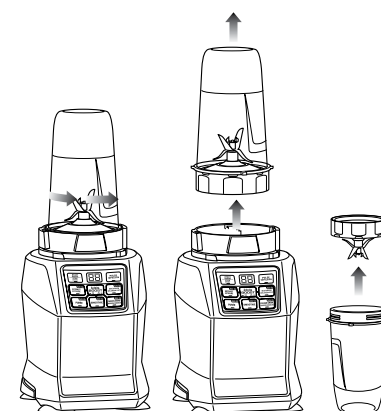

Fig. 4
- 8 Tournez le gobelet Nutri Ninja dans le sens antihoraire et tirez-le vers le haut pour l'enlever. (Fig. 4, Fig. 5)